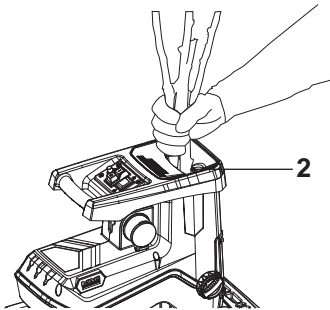

Fig. 11
2. Introduza material (por ex., resíduos de jardim) no funil de alimentação (2) (Fig. 11).